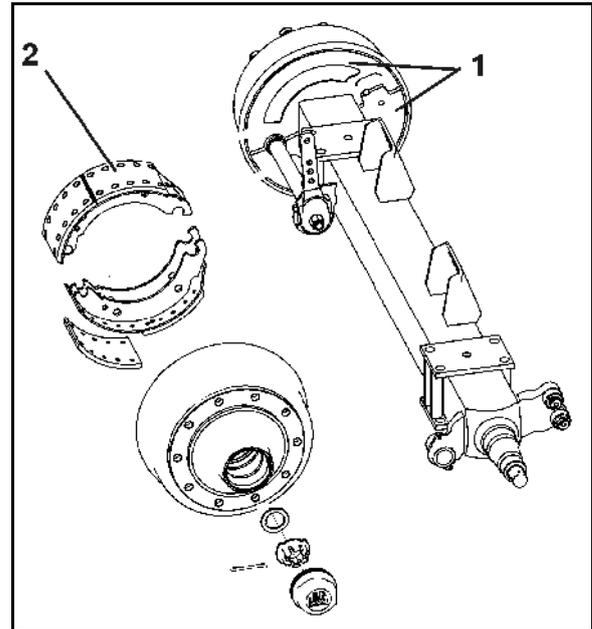

Fig. 83
1. Dévisser les deux tôles de protection (Fig. 83/1) sur le côté interne du tambour de frein.
La saleté ayant pénétré à l'intérieur peut se déposer sur les garnitures de freins (Fig. 83/2) et altérer ainsi essentiellement la puissance de freinage.